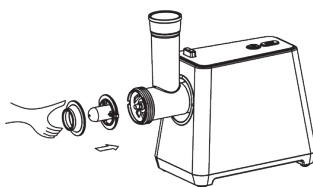

Рис.8
- 7.3.2 Зафиксировать конструкцию с помощью фиксирующего кольца, как указано на рис. 8. Не затягивайте кольцо слишком туго.